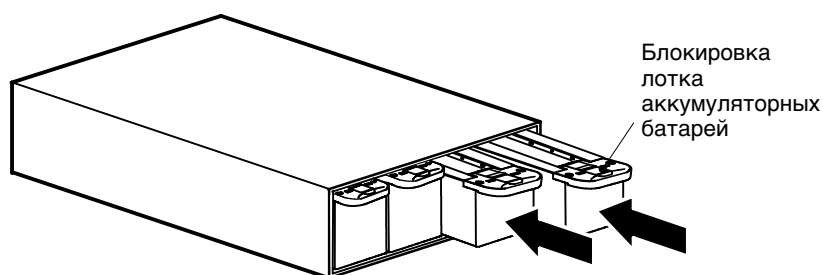

**Рисунок 41. Снятие передней крышки ЕВМ**
3. Снимите переднюю крышку дополнительного батарейного модуля (см. рис. 41).